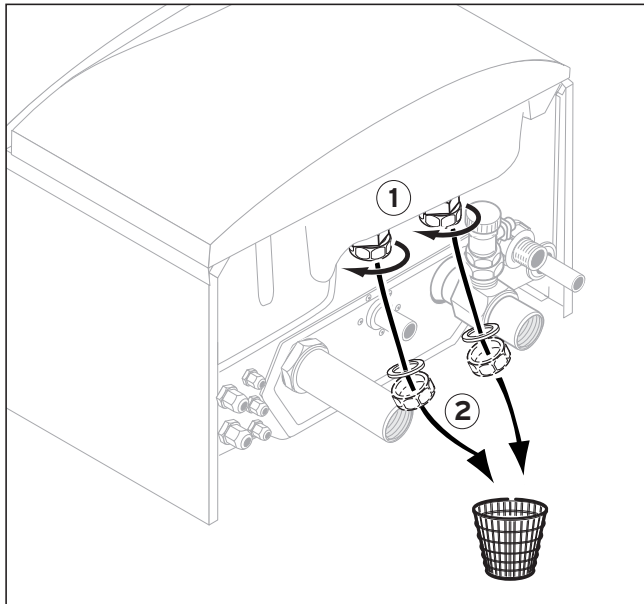

Fig. 2: Fjern lukkedækslerne
- Fjern de to lukkedæksler på kedlens beholdertilslutninger (Fig. 2).